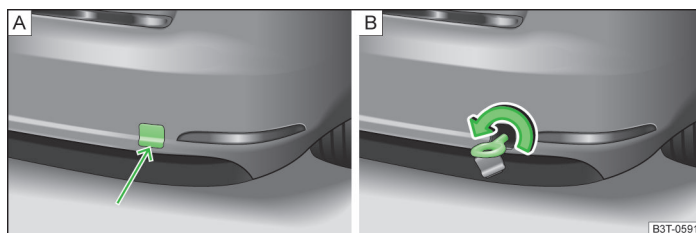

Fig. 191 Bara de protecție din spate: Demontarea capacului / Montarea cârligului de tractare
- » Apăsați în zona inferioară a capacului din bara de protecție spate » fig. 191 - A și scoateți-l afară.
- » Înșurubați cârligul de tractare spre stânga până la refuz » fig. 191 - B și strângeți-l cât mai ferm posibil. Pentru strângere cârligului, vă recomandăm să folosiți de exemplu cheia de roți, cârligul de ancorare al unui alt autovehicul sau un alt obiect asemănător, pe care să îl puteți introduce prin cârlig.